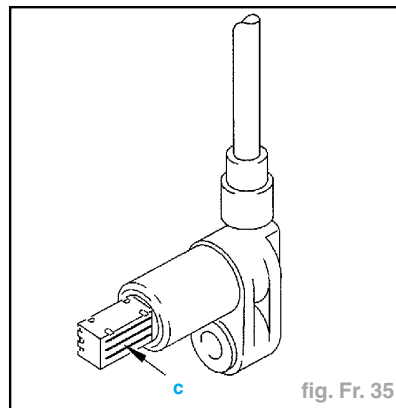

fig. Fr. 35
- Contrôler la propreté du capteur en "c" (fig. Fr. 35).
- Reconnecter le connecteur (3).